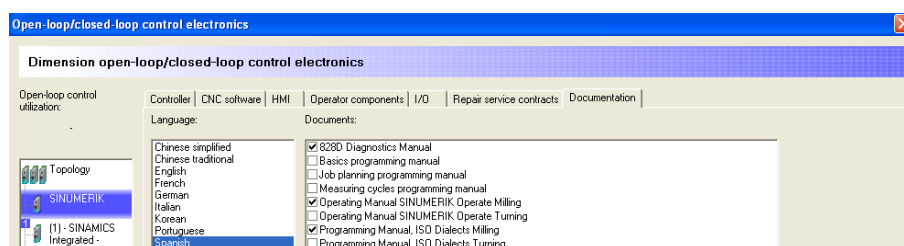

Figura 3.2.122 “Documentation”
- *Documentation* (figura 3.2.122) en esta pestaña se selecciona la documentación necesaria que se entregará al cliente para la utilización del controlador.